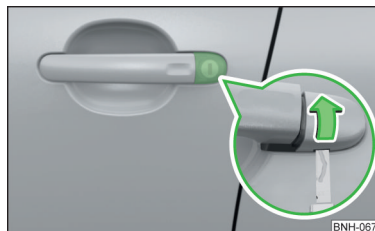

Fig. 256
- › Introduceți cheia în fanta din partea de jos a capacului și rabatați capacul în sensul săgeții » fig. 256.